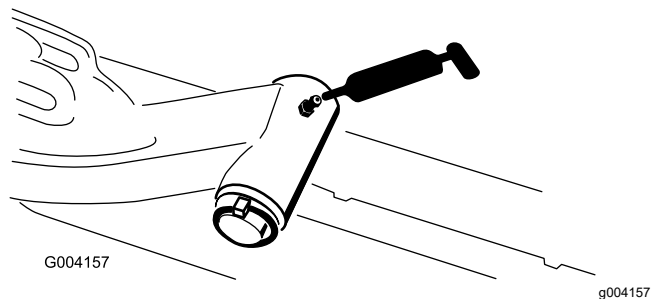

Рисунок 74
- Ось поворота подъемного рычага (по 1 шт.) — Рисунок 74